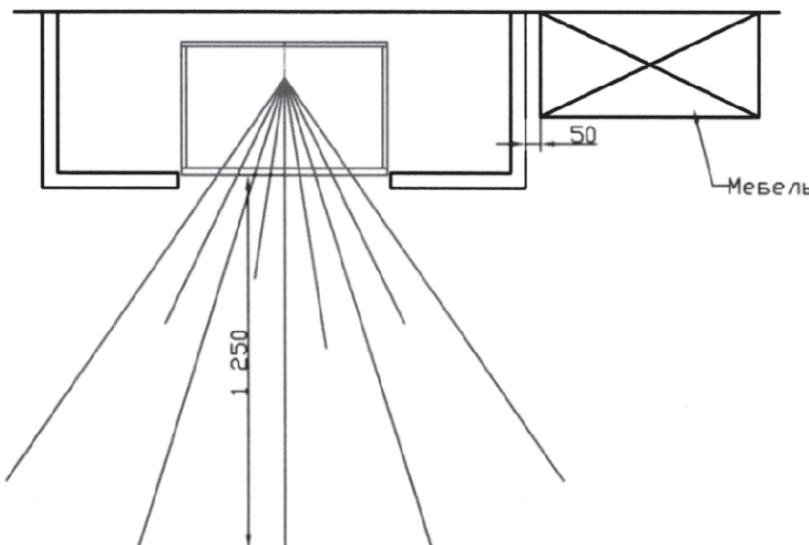

Рис. 11
3.3. Вся сгораемые изделия и материалы (встроенная, переносная мебель) должны быть удалены на расстояние в радиусе как минимум 125 см от переднего края топки. Рис. 11.